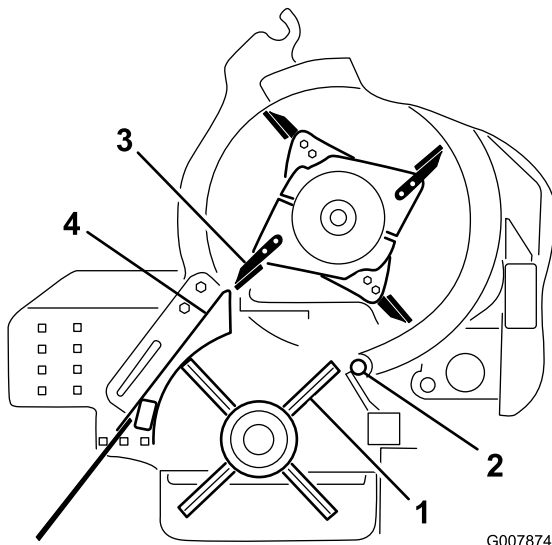

Figure 61
4. Tournez la poulie de la brosse jusqu'à ce qu'une rangée soit alignée sur le coin rotatif (Figure 61).
5. Tournez le hacheur jusqu'à ce que la pointe de la lame soit alignée sur l'extérieur du carter de brosse (Figure 61).